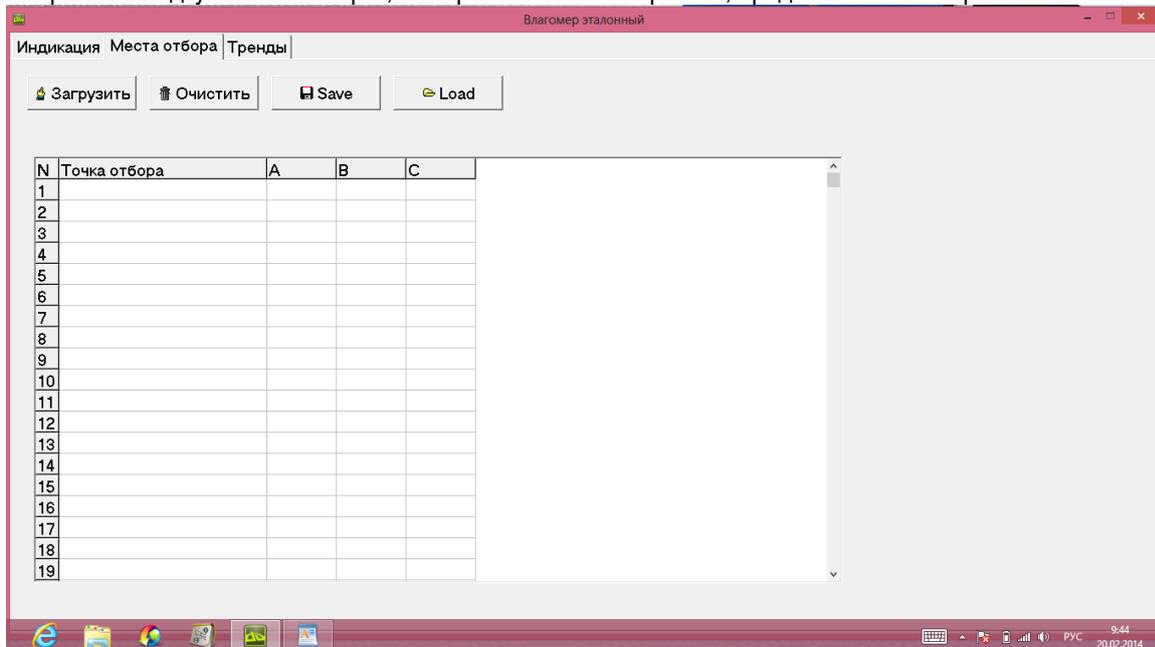

Рис. 3.
10.2.1. На панели блока индикации (рис.3) находятся графический ЖК дисплей, на котором отображается текущее влагосодержание, а также может отображаться различная информация в зависимости от выбранного пункта меню.
Выбрать закладку "Места отбора", на экране появится картинка, представленная на рис. 3.
После этого необходимо внести все данные об этом сорте нефти в ПК, чтобы в дальнейшем они были доступны при работе влагомера. Для этого снова запустите программу "УДВН-1эл", перейдите на вкладку "Место отбора" и нажмите "load". В открывшейся директории "Эталон" выберите файл (кроме файла "Проба", который защищен от редактирования), в который вы хотите занести данные о новом сорте нефти. На экране появится картинка (рис. 3), на которой отображены данные об уже имеющихся сортах нефти.